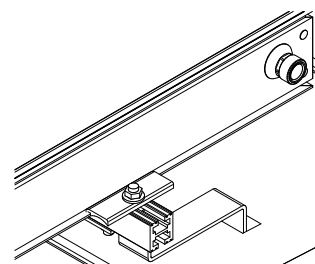

figura 5.9
5. Fissare quindi la parte superiore e bloccare lateralmente il pannello mediante le clips come da figura (figura 5.9).